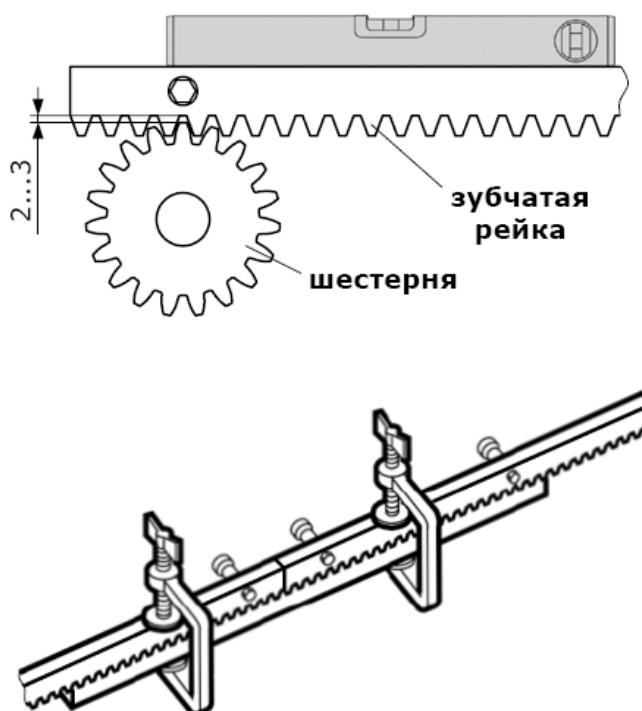

Рис.4 Установка зубчатой рейки
- Поместите первую секцию зубчатой рейки горизонтально на шестерню привода, прижав крепления (втулки) к поверхности створки ворот. Выдерживайте зазор между зубчатой рейкой и шестерней 2...3мм для предотвращения воздействия веса створки на привод (см. рисунок 4). Наметьте точки крепления зубчатой рейки на створке ворот.
- Поместите горизонтально предварительно собранную вторую секцию рейки встык с первой, используя дополнительную секцию рейки (см. рисунок 4). При совмещении реек исключите возможность в зоне переходов каких-либо смещений с тем, чтобы обеспечить плавный ход ворот.